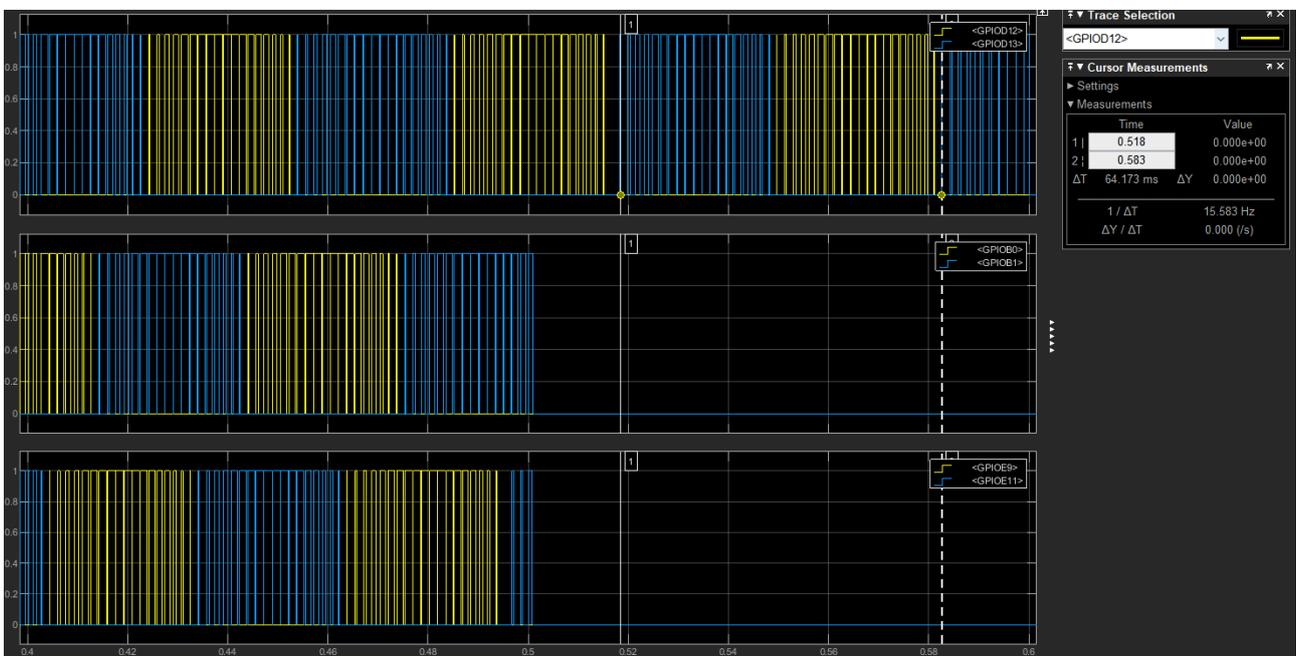

Рисунок 5 – Демонстрация симуляции трехфазного и однофазного ШИМ по синусоидальному закону
На рис. 5 продемонстрированы режимы генерации ШИМ по синусоидальному закону, где положительная/отрицательная полуволны выведены на разные каналы. Сначала формируется трехфазный ШИМ по синусоидальному закону, потом однофазный. Частота ШИМ – 600 Гц, частота огибающей – 15 Гц.
- переменная скважность ШИМ симулируется корректно (рис. 5, 6);
- частота вращения трехфазного ШИМ корректно симулируется в соответствии с заданной частотой 15 Гц (рис. 5).